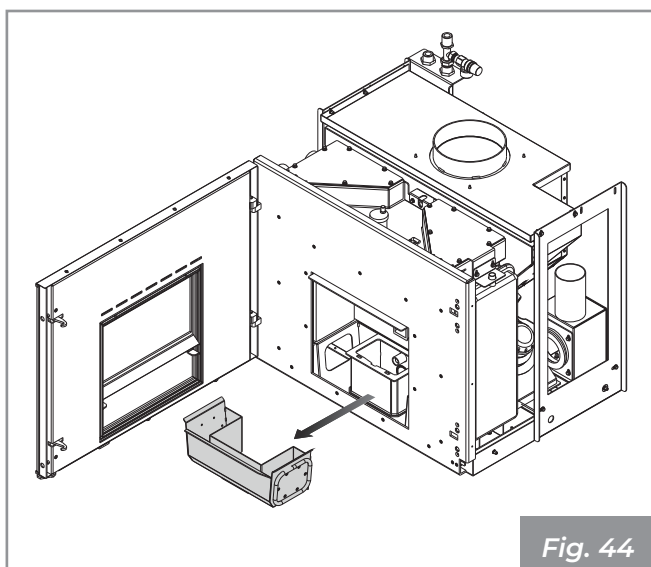

Fig. 44
- Saque el cajón de cenizas (**Fig. 44**)